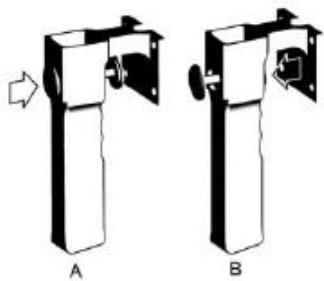

Рис.4
- 5) Нажмите кнопку на хромированной рукоятке (A рис.4) – вертикальная и горизонтальная рукоятки заблокируют свои положения.
- 6) Нажмите на кнопку внутри хромированной рукоятки (B рис.4), чтобы вернуться в изначальное положение, и освободить заблокированные горизонтальную и вертикальную рукоятку.
- 6) Поместите монтажную/демонтажную головку вручную, напротив края обода. Нажмите на кнопку на стальной рукоятке (рис.4). Вертикальная и горизонтальная рукоятки автоматически зафиксируют свои положения; тем временем, монтажная/демонтажная головка на 2 мм. поднимется над краем обода.
- 2) Чтобы накачать шину, вставьте наконечник пистолета для накачки (см. рис.4) в сосок шины при положении запирающего рычажка «UP» («вверху»). Убедитесь, что сопло плотно обхватывает сосок.